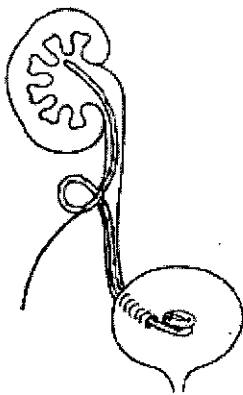

Fig. 4
6. A la vez que sujeta el stent y la guía, haga avanzar el stent a través de la misma incisión y en el interior de la pelvis renal (**Fig. 4**).